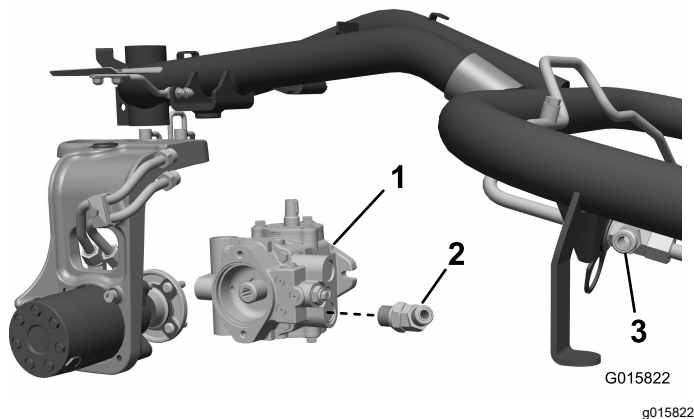

Figura 9
1. Desligue o tubo da bomba hidráulica inferior da bomba e da união em T do anteparo superior dos motores frontais. Deite fora este tubo (Figura 9).
Deixe a união solta, orientada para cima e para fora (Figura 9).